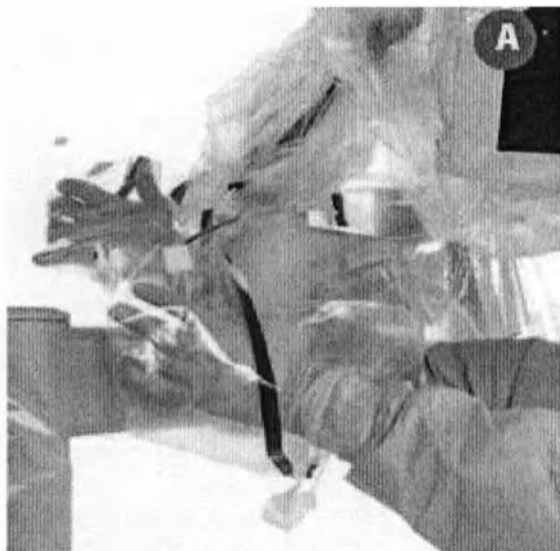

Рисунок 5.14. Натягивание покрытия на центральную опору.
4. Используя манжету покрытия, переместите покрытие вниз по манипулятору камеры на установочное сочленение, которое также поддерживает стойку монитора (рисунок 5.14, А).
5. Натяните покрытие на центральную опору тележки пациента и сожмите застежки велкро вместе (рисунок 5.14, В).